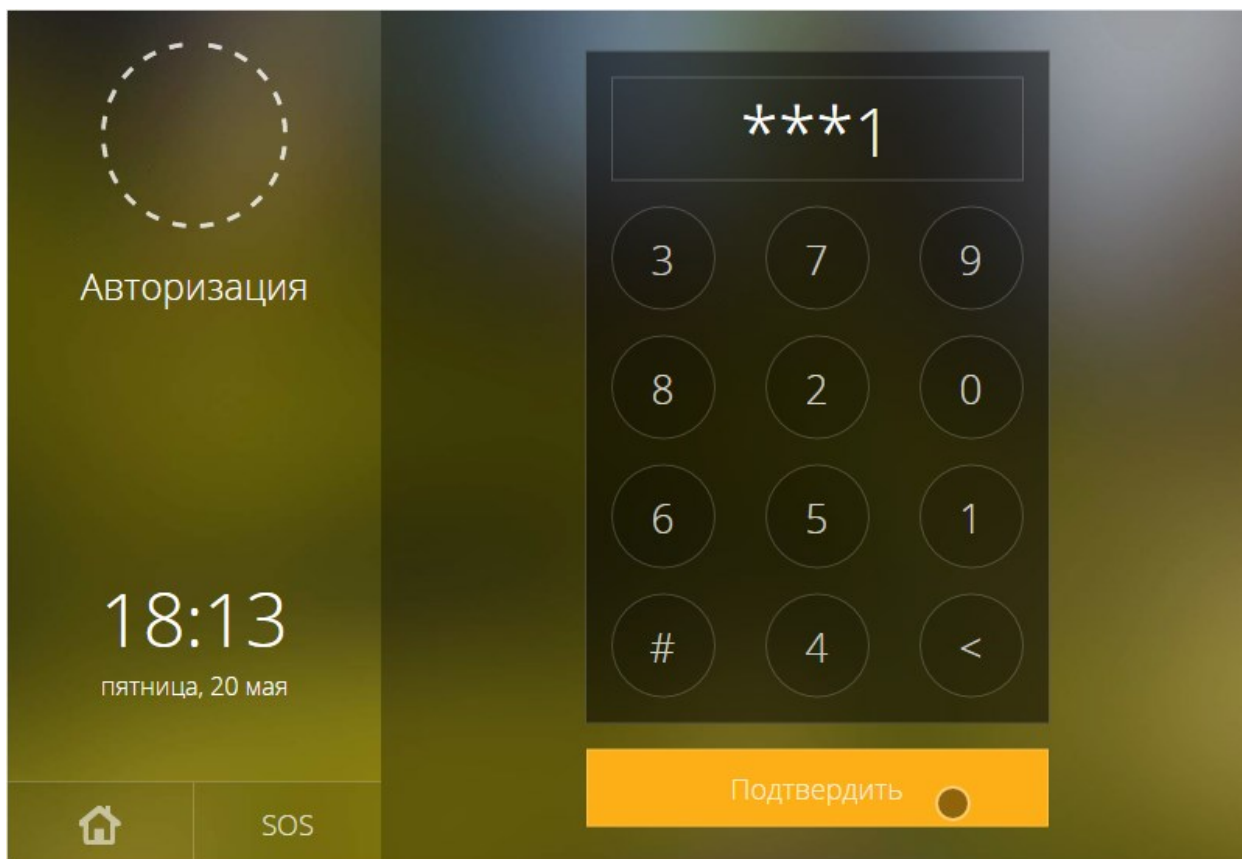

Рисунок 2.7 — Цифровая панель для ввода пин-кода
- Если была выбрана авторизация по пин-коду, наберите код (рисунок 2.7) и нажмите **Подтвердить**.